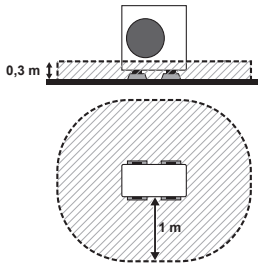

Fig. 3-2
(1) Lors de l'installation dans un lieu sans rien autour de l'appareil (Fig. 3-2)